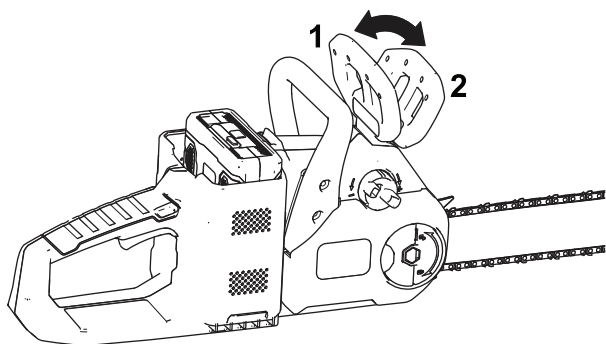

Figura 9
6. Asegúrese de que el freno de la cadena esté en la posición de MARCHA (Figura 9).
Cuando no utilice la sierra o la transporte desde o hacia el área de trabajo, mueva el freno de la cadena a la posición de PARADA (Figura 9) y retire la batería.